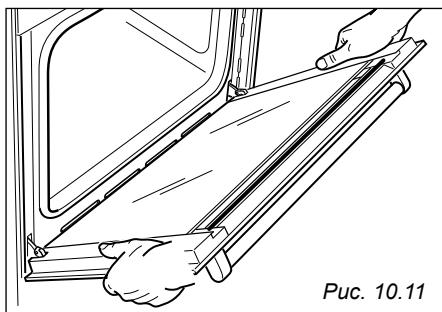

Рис. 10.11
- Полностью откройте дверцу духового шкафа (Рис. 10.11а).
- Полностью разомкните рычаг А (Рис.10.11б) на правом и левом шарнирах.
- Возьмитесь за дверцу, как показано на Рис. 10.11.
- Немного закройте дверцу (Рис. 10.11в), так чтобы рычаги «А» правого и левого шарниров зацепились за часть «Б» дверцы (Рис. 10.11б).
- Вытащите крючки шарнирного соединения из пазов, как показано стрелочкой «В» (рис. 10.11г).
Рис. 10.11а
Рис. 10.11б
Рис. 10.11в
Рис. 10.11г